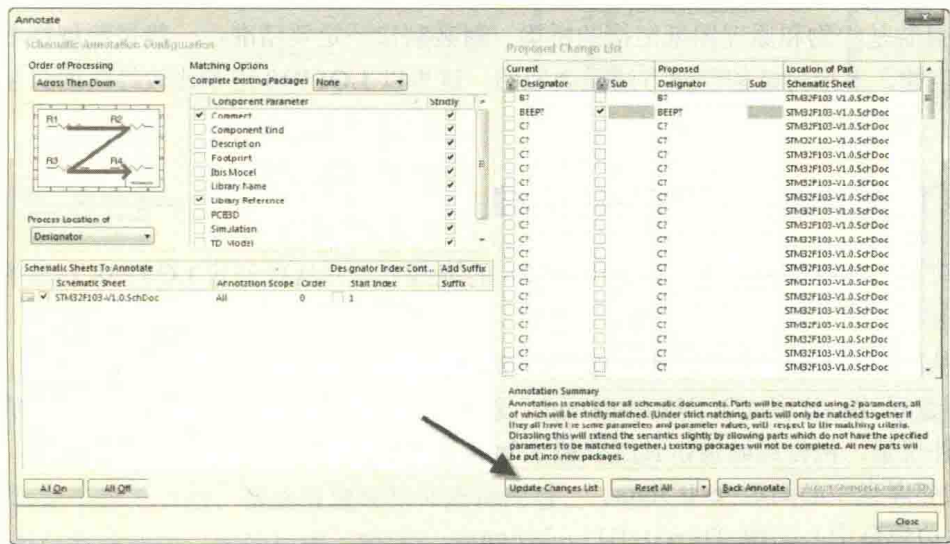

图 12-23 元件位号的重新编号
(1) 按快捷键“TAA”，进入如图 12-23 所示的编号编辑对话框，单击“Update Changes List”按钮，进行位号的重新编号。